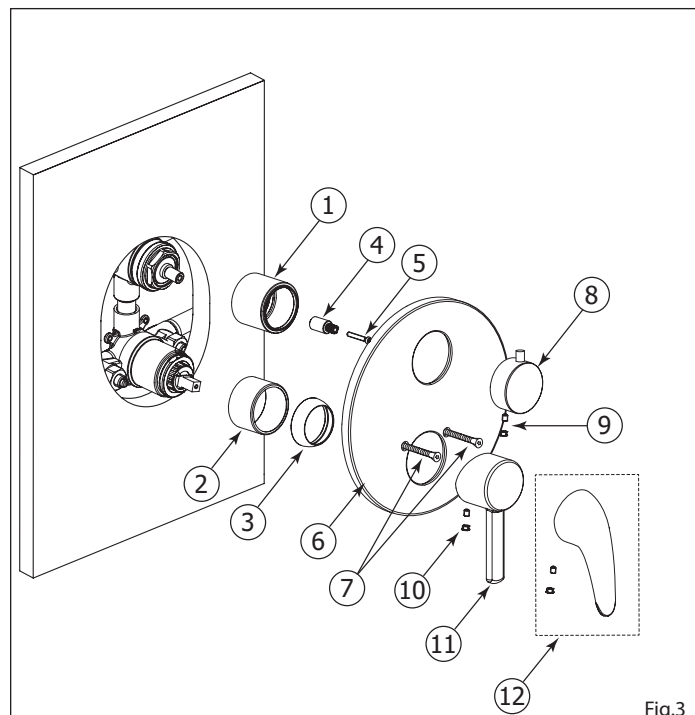

Fig.3
Insert the decorative sleeves (1 & 2) onto the cartridge and diverter holders (See Fig.3) then screw the dome cap (3) onto the valve body. Afterwards place the broach extension (4) onto the diverter and secure with the screw (5).
Insérer les anneaux décoratifs (1 & 2) autour des manchons (Voir Fig .3), visser le capuchon en dôme (3) sur la valve. Ensuite placer l' extension de la broche (4) sur la cartouche de déviateur et fixer avec la vis (5)